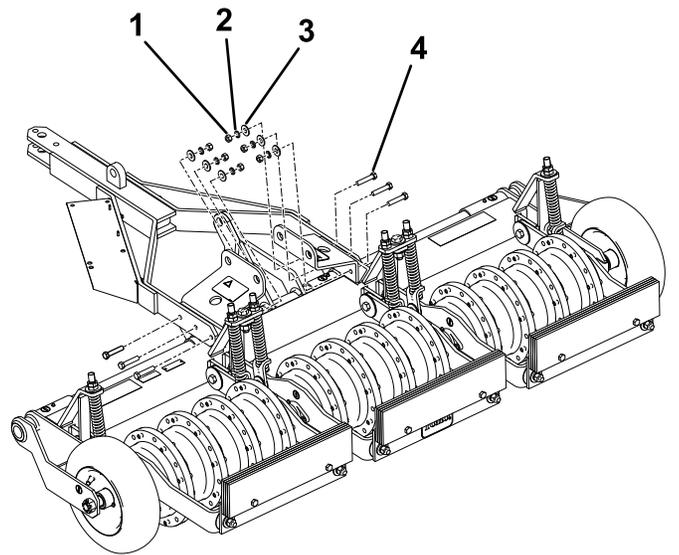

图7
4. 如图7所示用五金件固定牵引杆总成和支架并上紧螺母扭矩至 54 74N·m。